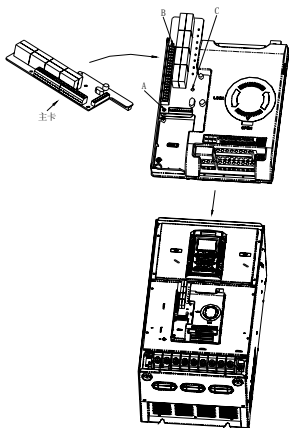

图 2 主卡装配示意图
①直接将主卡插入卡位为 **card1** 所处卡座内，如下图 2 所示，按压插座部位直至扩展卡与主控板插座接触良好；
②当扩展卡插入卡座后在下图所示 A、C 处装配 M3 的自攻螺钉。在下图所示 B 处装配 M3 组合螺钉。